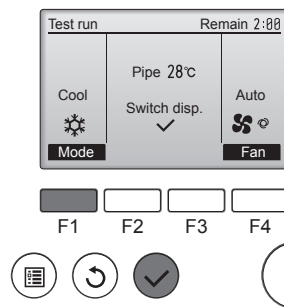

Fig. 8-3
- ① Drücken Sie die Taste [F1], um den Betriebsmodus umzuschalten. (Fig. 8-3)